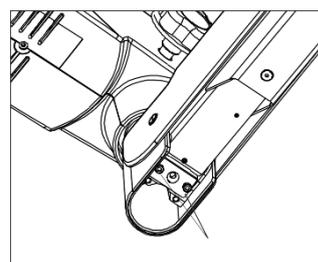

Fig. 19
2. Desserrez autant que possible les deux vis Allen en utilisant une clé Allen de 4 mm comme indiqué à la fig. 19. Notez que ces deux vis ne sortiront pas.
4. Après avoir atteint la tension désirée sur le piston à gaz, resserrez les deux vis comme indiqué à la fig. 19.